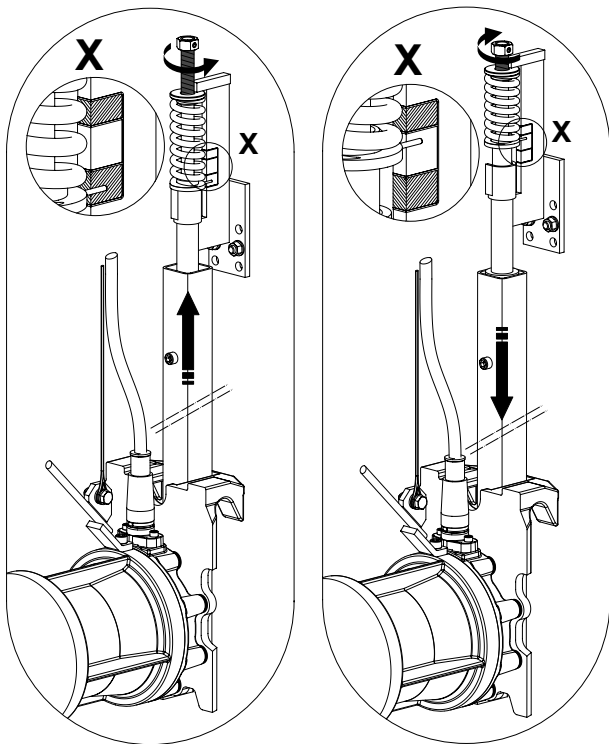

Fig. 3 Rilascio/bloccaggio del sistema di accoppiamento installazione fissa (variante A)
- Per la variante "A", ruotare sino all'arresto la vite del supporto della guida tubolare verso, sinistra; per la variante "B", ruotarla verso destra (*vedi Fig. 3 e 4*).
- Ruotare la vite del supporto della guida tubolare verso destra (*vedi Fig. 3*) sino a quando la lancetta non si trovi nel campo verde della marcatura. Se la lancetta dell'indicatore di tensione molla non dovesse trovarsi nel campo verde, l'apparecchio non sarà accoppiato correttamente!